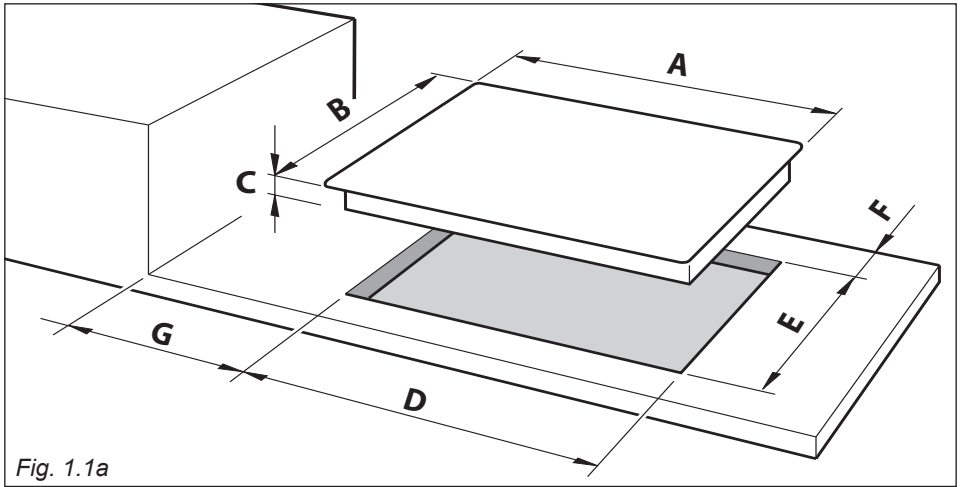

Fig. 1.1a
Lag en utskjæring i benkeplaten iht. målene i fig. 1.1a, og sørg samtidig for at nedenstående overholdes:
- Det skal være en min. avstand mellom koketoppen og sideveggen på 200 mm iht. fig. 1.1a og 1.1b.
- Det skal være en min. avstand mellom bakveggen og koketoppen på 60 mm iht. fig. 1.1a.
- Gjør utskjæringen i kjøkkenbenkeplaten som vist på fig. 1.1a.